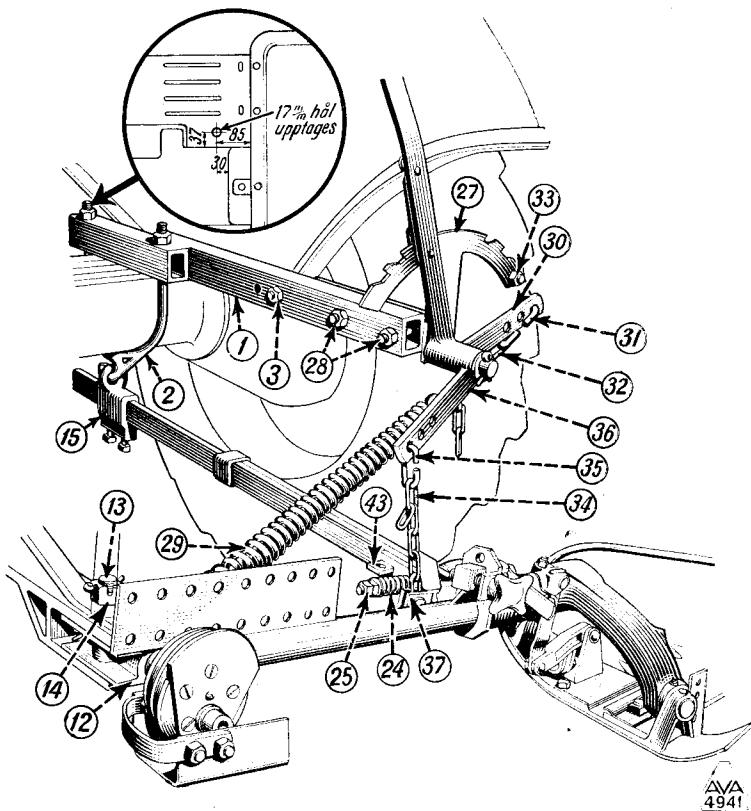
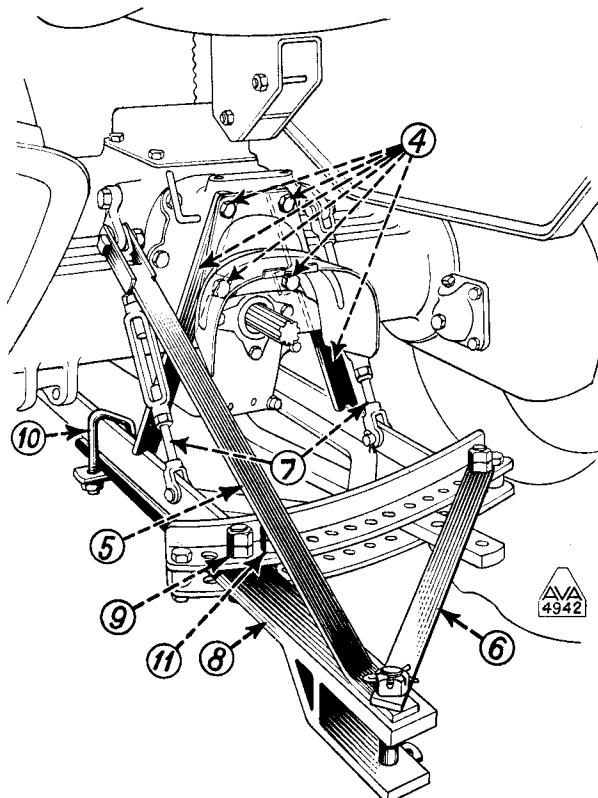
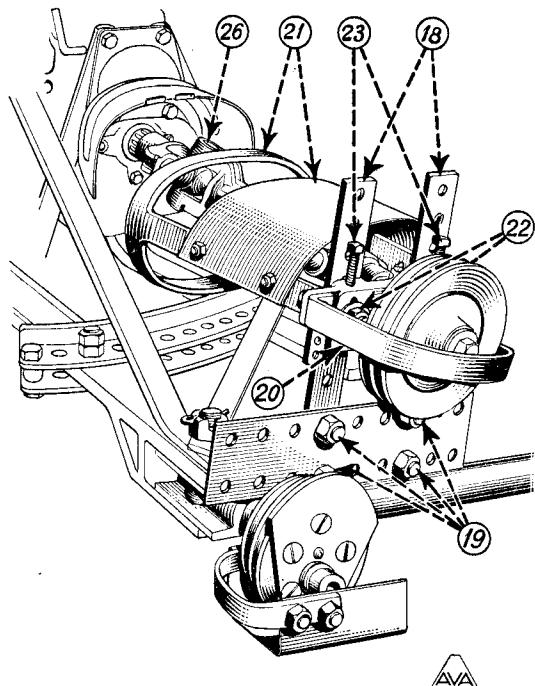
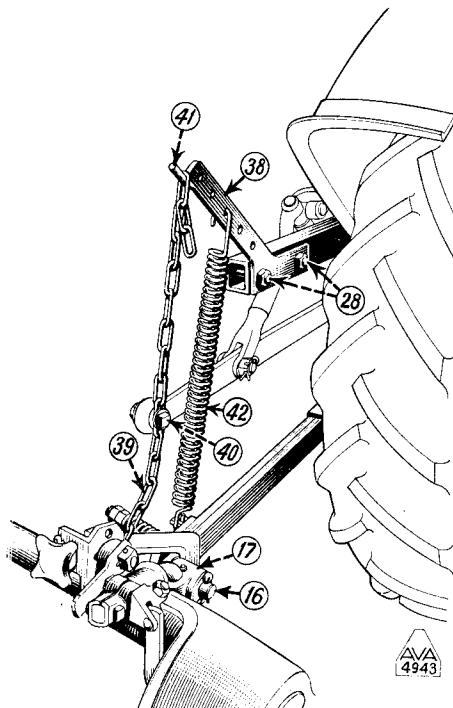

Fig. 1,
Fig. 2.
Fig. 3.
Fig. 5.
Hål i plattformsplåten borras vid T 22 så, som visas på den inritade figuren upp till på fig. 1.
Hållaren 1, fig. 1, fastbultas vid axelkåpan medelst bygeln 2. Hållaren 1 är vid T 21 utförd i ett rakt stycke, vid T 22 är den hopsytsad av två intill varandra lagda stycken. Medelst det vinkelformade spännjärnet (ej visat på fig.) fastspännes hållaren 1 vid stänkskärmens medelst skruven 3.
De båda stötarna 4, fig. 2, placeras på samma skruvar som skyddet över kraftuttaget och få med sina nedre ändar stöda mot traktorns dragbygel. Stagen 5 och 6, fig. 2, fastbultas.
Skärapparatens hållare 8, fig. 2, fastbultas medelst skruven 9 i andra fria hålet från vänster på dragbygeln. Saknar traktorn hydraulisk lyft sättes skruven 9 i bakre hålet, på hållaren 8. Vid hydraulisk lyft sättes skruven i nästa hål framåt. Bygeln 10 fastklämmes hårt om hållaren 8 vid dess främre ände. En  $5/8"$  skruv 11 placeras på högra sidan om hållaren 8 samt åtdrages så, att dragbygeln övre och undre båge klämmer hårt om hållaren.
Ledstycket 12 fig. 1, anbringas på sin plats i bygeln på hållaren 8 fig. 2, varvid ledstyckets horisontella lagring skall vara till höger om ledbulten 13 fig. 1. Bulten 13 isättas underifrån genom hållare, ledstycke och stagen 5 och 6, varefter muttern 14 fig. 1 åtdrages tillräckligt hårt för att allt glapp skall försvinna, dock ej så hårt att inte fingerbalken kan svänga bakåt vid motkörning. Spännstagen 7 spännes hårt, så att allt glapp i dragbygeln försvinner, varefter stoppmuttrarna på spännstagen åtdragas.
Dragstagets fäste 15, fig. 1, påträdes kroken på bygeln 2, varefter dragstaget stickes in i fästet 15. Här efter instickes dragstagets tapp, 16, fig. 5, från vänster i ledstycket 17. Härvid skola på tappen befintliga brickor vara innerst på tappen.
Sedan det noga kontrollerats, att fingerbalken ligger vinkelrätt mot traktorns bakhjul, åtdragas hårt de båda stoppskruvarna på fästet 15, fig. 1.
Hållarna 18, fig. 3, fastbultas med bultarna 19 i 4:de och 7:de hålen från vänster.
Lagerhuset 20, fig. 3, med skyddet 21 fastbultas med bultarna 22 i 3:dje fria hålen nedifrån.
Kilrepen påsättas. Dessa sträckas med spännskruvarna 23 fig. 3, så hårt, som behövs för att dra utan slirning men ej hårdare. De skola nämligen kunna slira, då något hårt föremål kommer i kniven, varigenom kniven skyddas.
Fjädern 24, fig. 1, slappas genom att muttrarna 25, skruvas utåt. Här efter kan fingerbalken svängas bakåt. Kopplingsaxeln 26, fig. 3, pågängas sin tapp samt påträdes traktorns kraftuttagsaxel sedan en medlevererad 2 mm tjock bricka påträffs densamma. (Kopplingsaxelns längd kan justeras genom fjäderns avkortning om så visar sig erforderligt). Fingerbalken svänges framåt, och muttrarna 25, fig. 1, skruvas in så långt, att utlösningshaken nätt och jämt släpper, då en man rycker hårt i fingerbalkens yttre ända. Detta är ungefär normal hårdhet i utlösningsanordningen för att skydda fingerbalken vid motkörning av fasta hinder.
**Handlyft.** Saknar traktorn hydraulisk lyft, fastbultas segmentet 27, fig. 1, med skruvarna 28 i de båda hål på segmentets fäste, som är närmast segmentet. Har traktorn hydraulisk lyft, men handlyft ändå skall användas, fastbultas segmentet i sina båda bortre hål från segmentet räknat. Lyftspaken påsättes. Lyftfjädern 29, fig. 1, påhakas hålet i skallen på bulten genom ledstycket 12 samt hopkopplas med lyftspakens arm 30 medelst kroken 31 och kättingen 32. Härvid är skruven 33 borttagen och spaken förd över åt höger, så att armen 30 pekar nedåt. Då spaken sedan föres tillbaka, kommer fjädern att spänna. Spaken föres över åt vänster så långt, som behövs för att kättingen 34 och kroken 35 skall kunna hopkopplas med lyftspakens arm 36. Kättingen 34 är i sin nedre ända påträdd bulten genom öronen 37 på dragstaget. Längden på kättingen 34 avpassas så, att den är nätt och jämnt sträckt, när lyftspakens regel befinner sig i tredje haket från vänster på segmentet.
**Hydraulisk lyft.** Fjäderfästet 38, fig. 5, fastbultas med skruvarna 28. Kättingens 39 nedre ände påträdes bulten genom dragstagets öron 37, fig. 1. Den fästes vid traktorns lyftarm medelst bulten 40, fig. 5, varvid styrbrickornas kanter vändas in i hålet på lyftarmens kula. Längden på kättingen 39 avpassas så, att innerskon lyftes c:a 20 cm. från marken, när lyftarmen är i sitt översta läge. Kättingens övre ände påhakas tappen 41. När fingerbalken är uppfälld i transportläge, bör kättingen 39 påhakas tappen 41 så kort som möjligt, så att fingerbalken kommer att vila med tyngden på tappen 41 om det hydrauliska systemet skulle vara otätt.
Fjädern 42, fig. 5, påhakas dragstaget i det öra 43 fig. 1, på vilket utlösningshaken sitter. Fjäderns övre ände hakas i något av hålen i fjäderfästet 38.